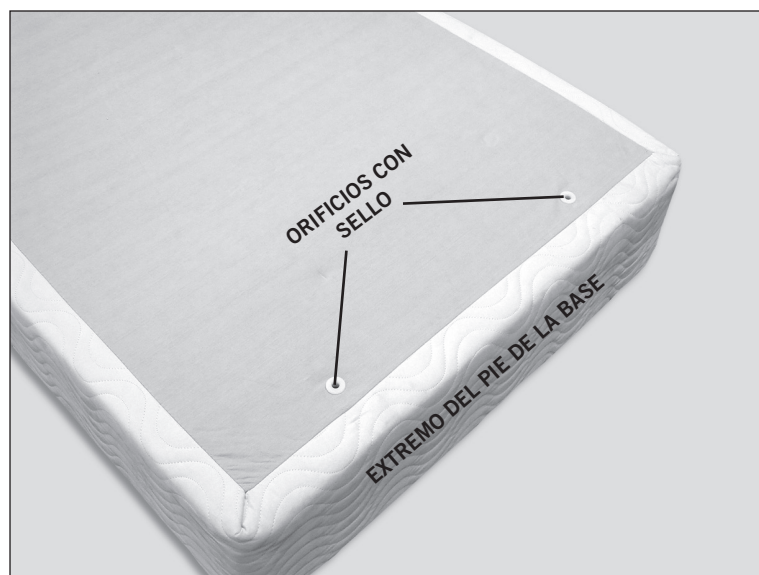

FIGURA 4: Ubicaciones de los orificios con sello.
- Ubique los orificios con sello en el pie de la base (**FIGURA 4**).